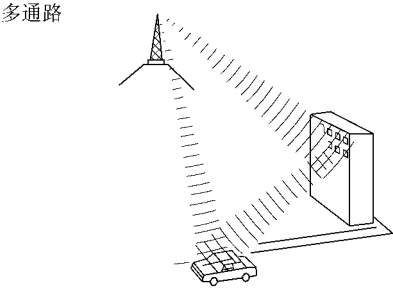

图 18-42 多通路
2) 多通路：由障碍物反射出的无线电波所引起的一种干扰形式被称为多通路。当从广播电台发射天线发出的信号反射离开建筑和山脉，并与直接接收到的信号产生干扰时，则引起多通路干扰，如图 18-42 所示。